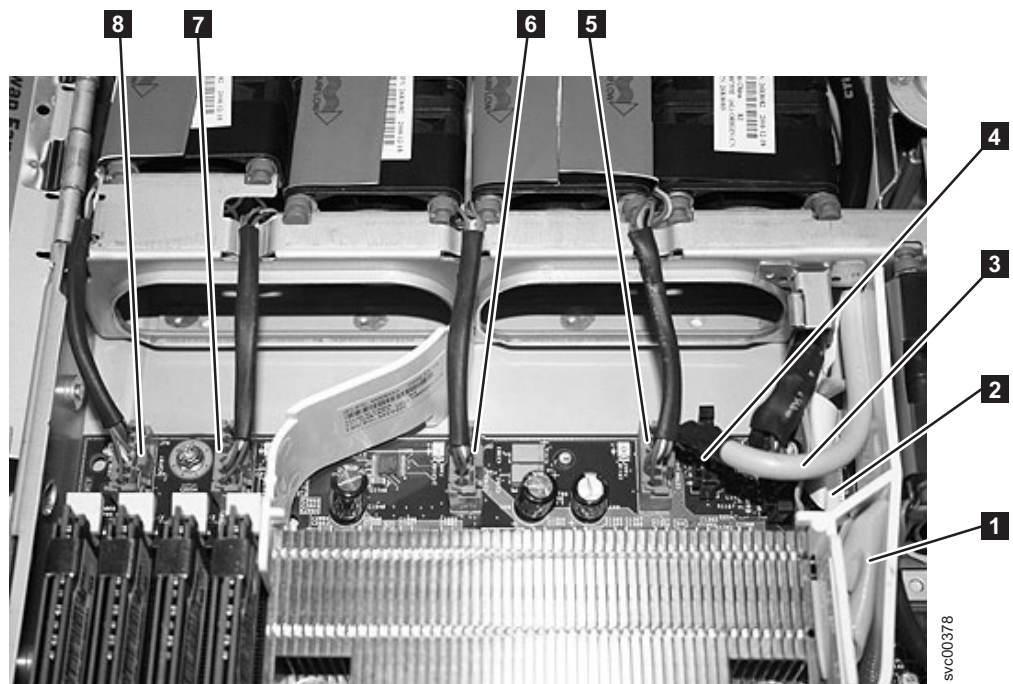

図 200. SAN ボリューム・コントローラ 2145-8G4 システム・ボードの前面右側にあるコネクタ
9. システム・ボードからコネクタを切り離します (図 200 を参照)。システム・ボードの前面右側から、以下を取り外します。